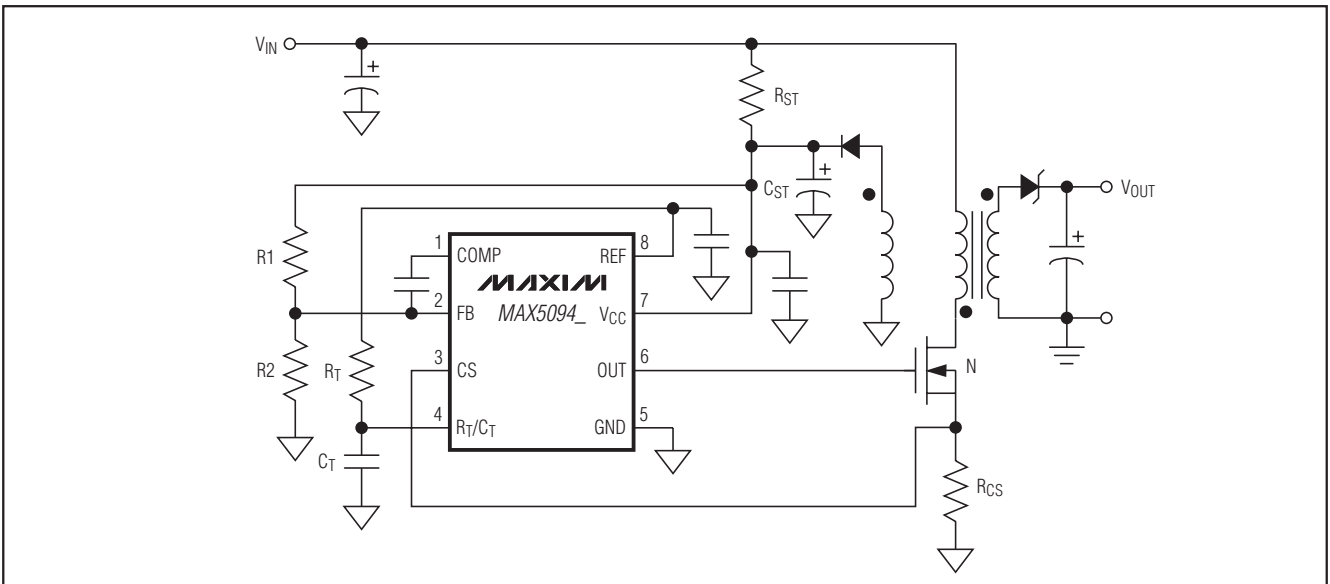
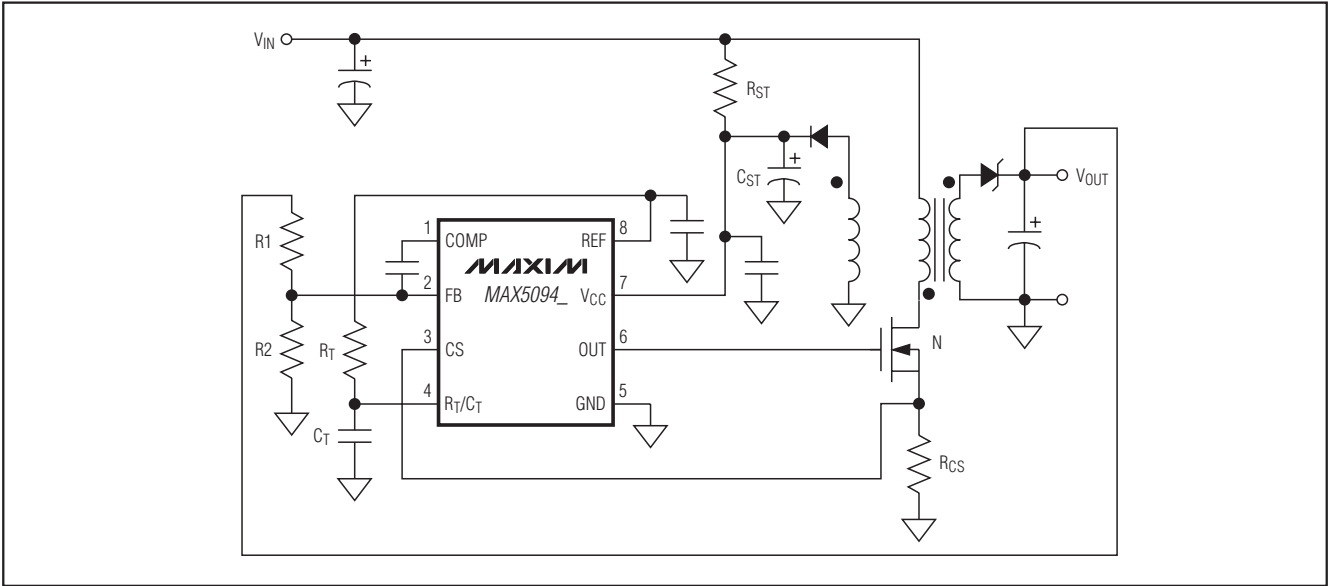
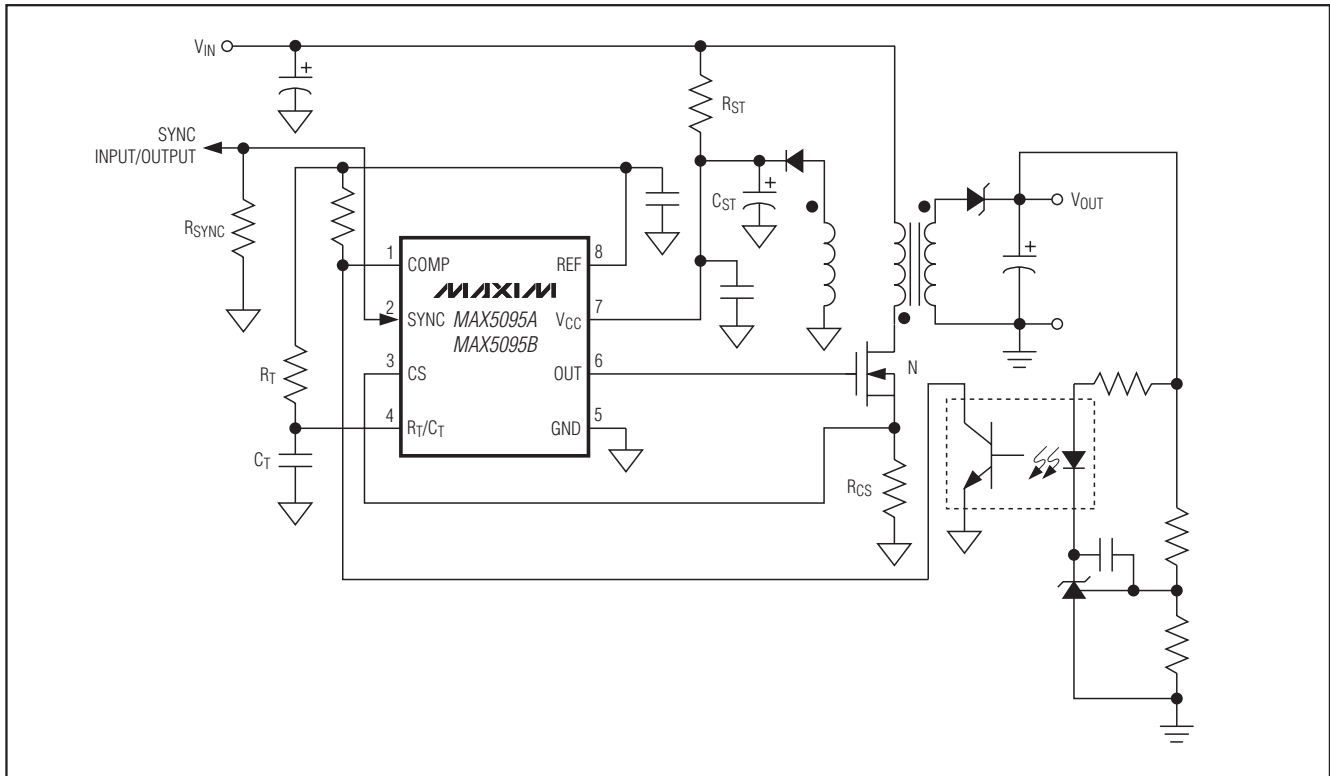
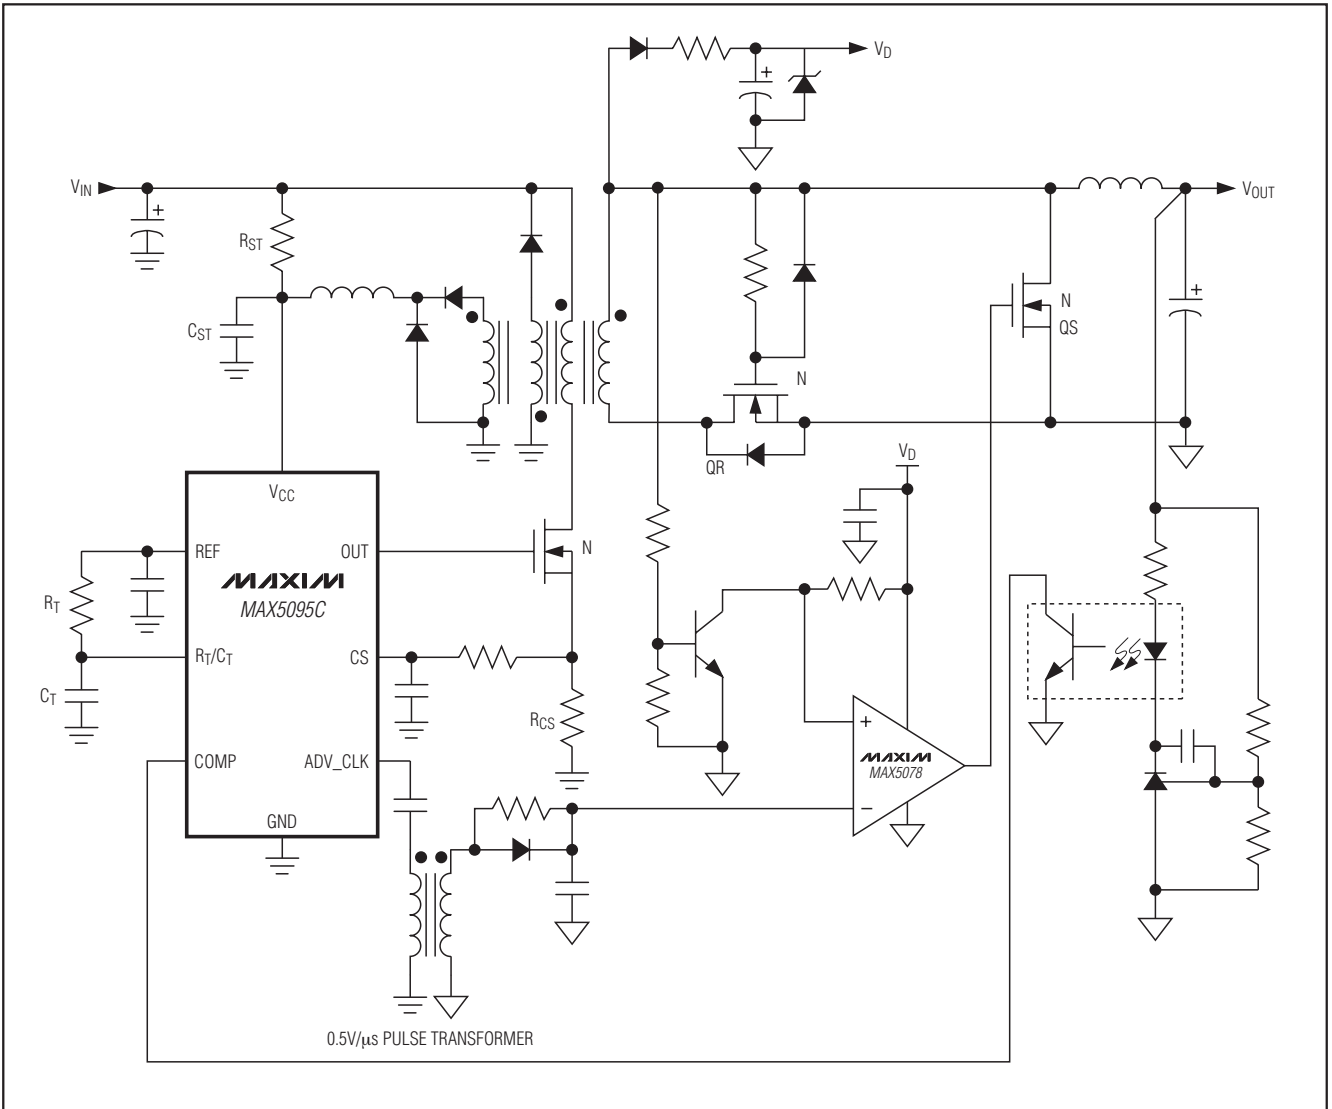

图5. MAX5094_典型应用电路(一次侧调整的隔离反激)
图6. MAX5094_典型应用电路(非隔离反激)
图7. MAX5095A/MAX5095B典型应用电路(隔离反激)
图8. MAX5095C典型应用电路(带二次侧同步整流的隔离正激)
正常运行时，V_{CC}从变压器的第三绕组获得。然而在启动时，变压器没有能量传输，因此必须在V_{CC}与输入电源之间连接一个电阻(见图5至图8中的R_{ST}和C_{ST})。启动期间，C_{ST}通过R_{ST}充电。为将启动电流降低至65μA以下，5V基准发生器、比较器、误差放大器、振荡器以及驱动电路在UVLO期间保持关断状态。当V_{CC}达到8.4V欠压锁定阈值时，输出驱动器开始工作，第三绕组将向V_{CC}供电。V_{CC}输入端内置一个26.5V限流钳位器，以防止器件在启动时出现过压。
MAX5094内部集成了一个误差放大器。其反相输入为FB, 同相输入已内接至2.5V基准。内置误差放大器适用于非隔离型转换器的设计(见图6), 或利用偏置绕组进行一次侧调整的隔离型设计(见图5)。在非隔离电源设计中, 输出电压为:
其中, R1和R2如图6所示。
MAX5095A/MAX5095B/MAX5095C设计用于具有外部误差放大器的非隔离转换器，或者具有光电耦合器和误差放大器的隔离转换器。COMP输入经过电平转换后被连接到PWM比较器(CPWM)的反相端。在非隔离设计中将COMP引脚与外部误差放大器的输出相连。对于隔离型设计，在外部将COMP上拉到至少5V上(或REF)，并按照图7和图8所示连接光耦合器晶体管。COMP可用于软启动，也可用于关断。不同温度下COMP的关断电压参见典型工作特性。
SYNC为一个双向输入/输出引脚，可以输出同步脉冲，也可以接收其它MAX5095A/MAX5095B的同步脉冲(见图7和图9)。作为输出时，SYNC为一个由内部振荡器驱动的开漏极p沟道MOSFET输出，需外接一个500 Ω 至5k Ω 的下拉电阻(R_{SYNC})。作为输入时，SYNC接收来自于其它MAX5095A/MAX5095B的输出脉冲。
ADV_CLK为超前脉冲输出，在MAX5095C电路中方便地实现二次侧同步整流。ADV_CLK脉冲宽度为85ns (典型值)，其上升沿比OUT上升沿超前110ns。在二次侧出现电压前，利用该超前脉冲来关闭二次侧同步整流器MOSFET (QS) (见图8)。提前关闭二次侧同步MOSFET可以避免在正激转换器中二次侧被短路。ADV_CLK脉冲可以通过脉冲变压器或高速光耦合器传递至二次侧。85ns的脉宽，3V的驱动电压(10mA源出)，显著降低了对于脉冲变压器的伏秒积要求，而超前脉冲也降低了对于高速光耦的要求。